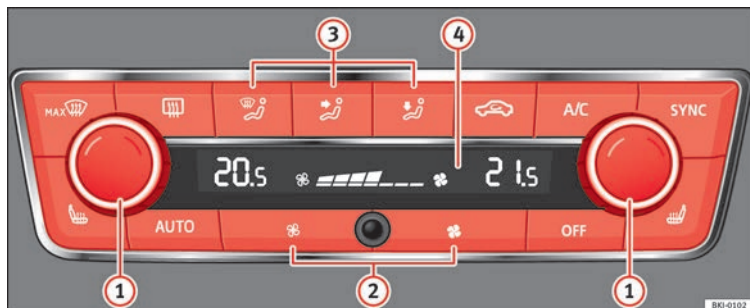

Fig. 174 Climatronic: elementi di comando.
- Azzerare la potenza della ventola»» **fig. 174 ②** o premere il tasto **OFF**.
- Premere il tasto **AUTO**»» **fig. 174**.
- Quando si accende il quadro, è possibile usare il comando **1** >>> **fig. 174** per regolare la temperatura interna desiderata.
- Premere il tasto **MAX** >>> **fig. 174**.